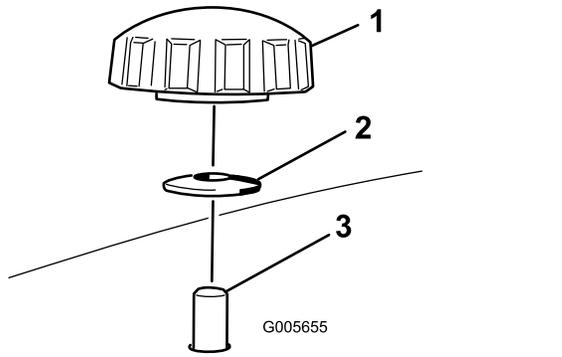
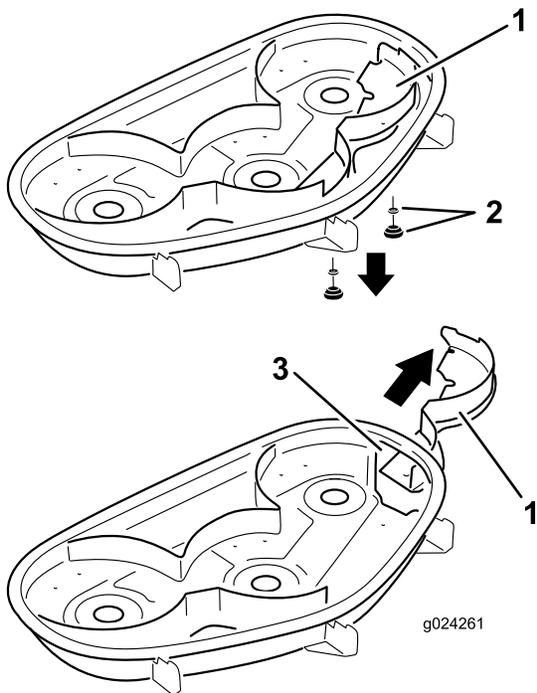

Bild 27
Bild 28
- Nehmen Sie die beiden Handräder und die Wellenscheiben ab, mit denen das rechte Ablenklech am Mähwerk befestigt ist (Bild 27).
- Nehmen Sie das rechte Ablenklech ab und senken Sie das Grasablenklech über der Auswurfkanalöffnung ab, wie in Bild 27 und Bild 28 dargestellt.
5. Schieben Sie das rechte Ablenkblech unter das Mähwerk und befestigen Sie es mit zwei Handrädern und Wellenscheiben (kappenförmige Seite zum Mähwerk), wie in Bild 27 und Bild 28 abgebildet.